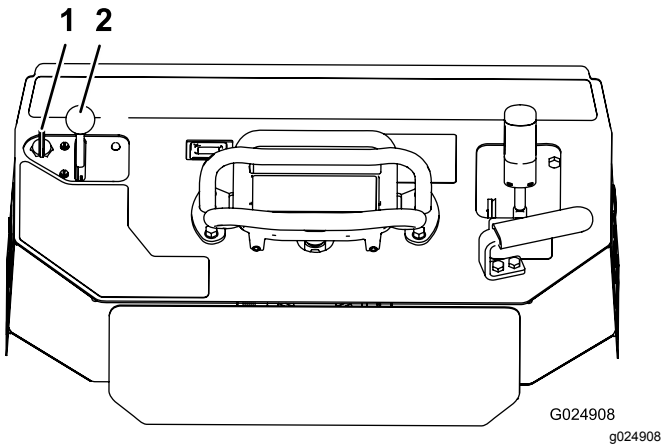

図 18
1. スロットルレバーを 低速と高速の中間位置にセットする 図 18。
2. キーを ON 位置に回す (図 18)。エンジンが始動したら、キーから手を離してください。
3. スロットルレバーを希望位置にセットする 図 18。
2. スロットルレバーを低速位置に動かす 図 18。